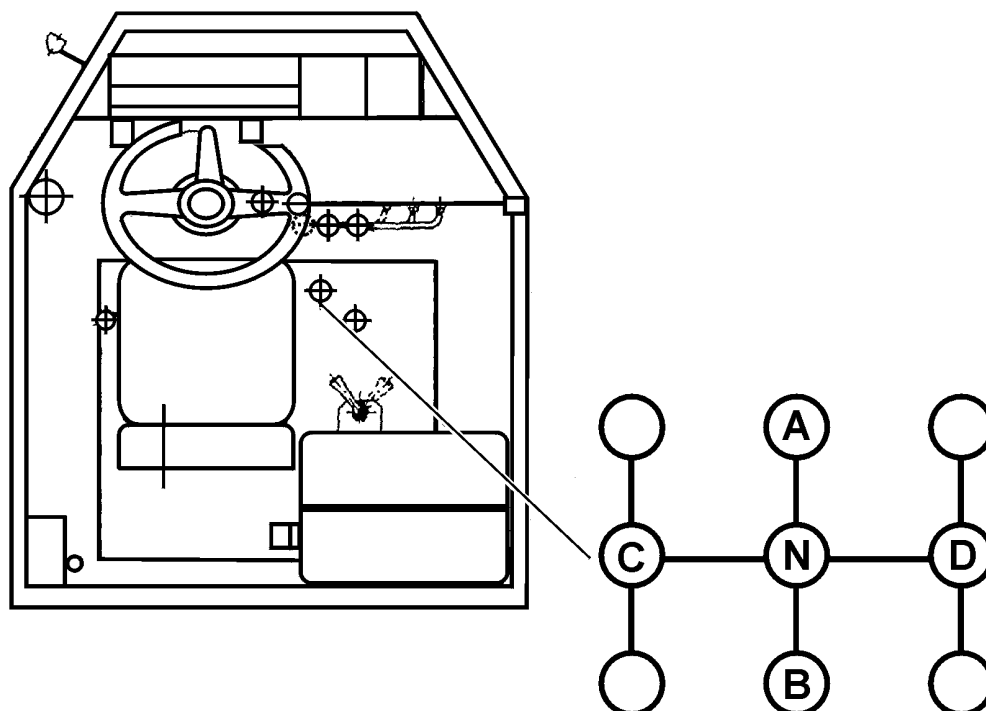

Рис. 7.4. Положения рычага изменения направления движения и переключения передач при замерах давления масла в гидросистеме трансмиссии
2. Рычаг изменения направления движения и переключения передач установить в нейтральное положение (N, Рис. 7.4.).
4. При двигателе, работающем на оборотах примерно 1500 [об/мин], установить рычаг изменения направления движения и переключения передач поочередно в положения A, B, C, D (как на Рис. 7.4.). Давление масла, показываемое манометром, не должно быть ниже 1.2 [МПа]. Если же при каком-либо из вышеуказанных положений рычага изменения направления движения и переключения передач замеренное давление масла окажется ниже 1.2 [МПа], то это свидетельствует о повреждении уплотнений фрикциона в коробке передач, включенного этим рычагом.